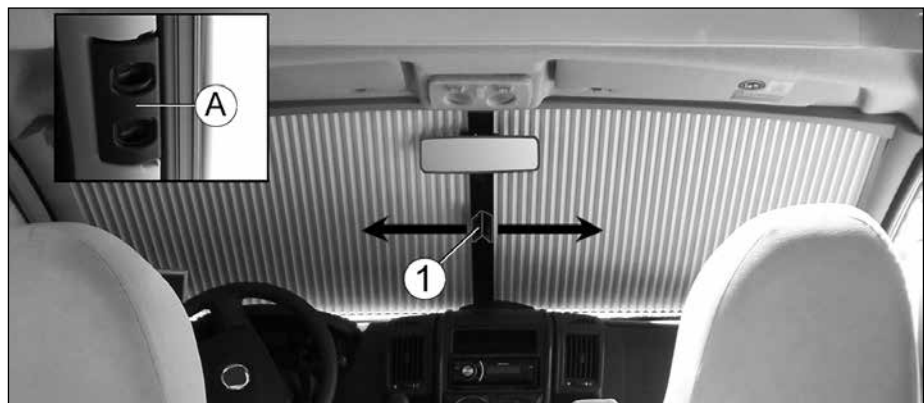

Fig. 28 Store occultant de pare-brise, plissé
- Guider le store occultant avec la poignée (Fig. 28, pos. 1) dans le sens de la flèche (←/→) jusqu'à ce que la poignée encliquette.
1. Saisir avec les deux doigts dans les creux de la poignée (Fig. 28, pos. A) et déverrouiller la poignée en appuyant dessus (Fig. 28, pos. 1).
2. Guider le store occultant avec la poignée (Fig. 28, pos. 1) dans le sens de la flèche (→/←) et le fermer. Accoupler les baguettes aimantées.
1. Saisir avec les deux doigts dans les creux de la poignée (Fig. 28, pos. A) et déverrouiller la poignée en appuyant dessus (Fig. 29, pos. 1).